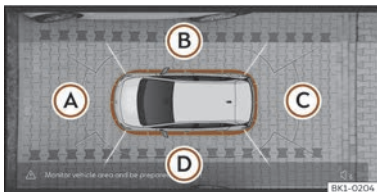

Fig. 146 Visualizzazione del sistema di visione periferica: prospettiva aerea.
È possibile scegliere tra quattro diverse visualizzazioni >>> **fig. 146**:
Combinando le immagini di tutte le telecamere si crea la prospettiva aerea  >>> **fig. 146**. La prospettiva aerea può essere selezionata premendo sul veicolo all'interno dell'area.
Premendo sulle diverse aree da >>> **fig. 146** (A) a (D) della prospettiva aerea o della prospettiva aerea ridotta è possibile selezionare la visuale corrispondente, sarà evidenziata in arancione.